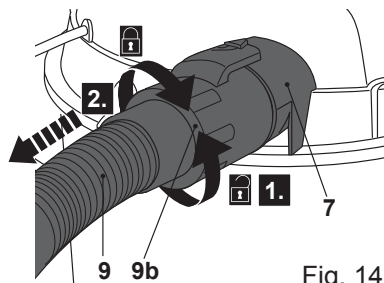

Fig. 14
- > Rode o conector da mangueira (9b) no sentido contrário ao dos ponteiros do relógio a partir da saída de ar (7) para desconectar a mangueira (9) após a utilização (Fig. 14).